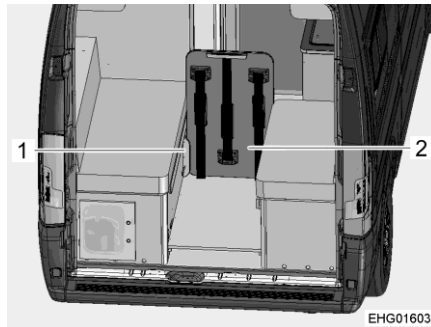

Fig. 41 Table pliante, sécurisée dans des rails de fixation
- Insérer la table pliante (Fig. 41,2) dans les rails de fixation (Fig. 41,1). Les rails de fixation sont montés sur les banquettes. Dans cette position, la table pliante sert également de séparation avec le coffre.